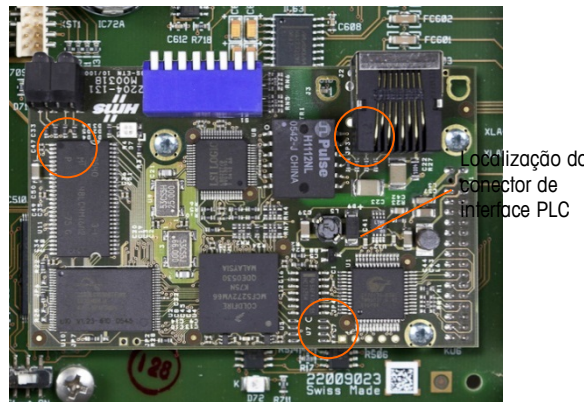

Figura 3-64: Módulo de Interface CLP instalado na placa principal
Para remover um módulo de interface CLP da placa principal, solte e remova os três parafusos (indicados em Figura 3-64) mantendo-o no lugar e erguendo cuidadosamente o módulo para fora do seu conector.
3. Instale os três parafusos indicados em Figura 3-64.